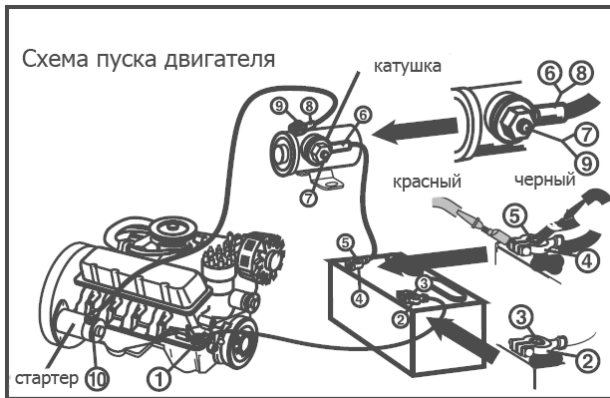

Рис. 12
3. Сверьтесь с типичной электрической схемой пуска двигателя (см. рис. 12)